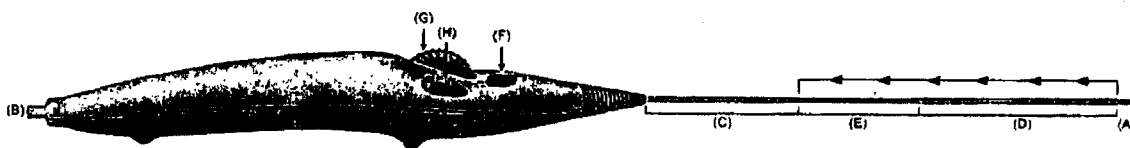

Figura 1: Sistema de stent venoso
• Un sistema de aplicación triaxial sobre cable (Figura 1) compuesto de un conjunto de tubo internos que contienen el lumen guía, una vaina de introducción del stent (D + E) y una vaina estabilizadora del sistema (C), que están unidas por un mango.